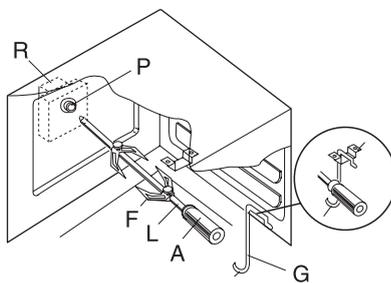

fig. 10
- Embrochez les aliments (L) et fixez-les solidement avec les crochets (F) de façon bien équilibrée. Voir fig.10.
- Enfoncez le tournebroche dans l'ouverture (P) du raccord et posez-le dans le crochet sur la face avant (G). Enlevez la poignée (A).